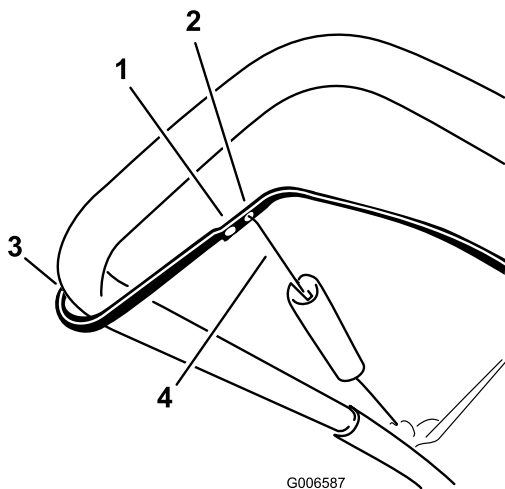

图27
**注意：** 长时间使用后，驱动皮带可能会磨损，并失去正确的皮带张紧力。如果驱动皮带在重负载下滑落（持续发出刺耳的声音），则断开调节器拉杆的弹簧，把弹簧上段移至远离控制杆枢轴点的孔（图27）。然后，把弹簧连接到调节器拉杆并调节控制电缆。